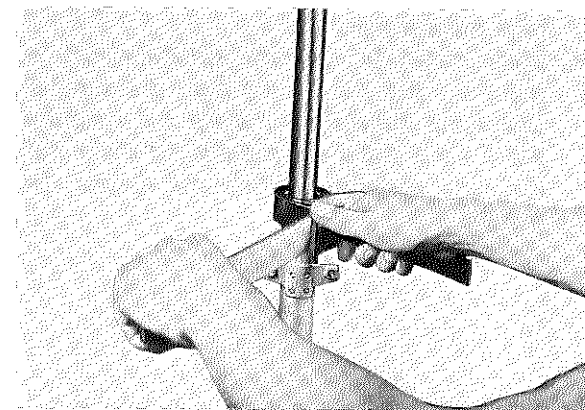

Fig. 5-6-3
3. Remove the outer tube nut from outer tubes. (Fig. 5-6-3)
3. Enlever la vis hexacave prévue à la base du tube extérieur (Fig. 5-6-3)..
3. Befestigungsmutter aus den äußeren Gabelrohren ausdrehen. (Fig. 5-6-3)